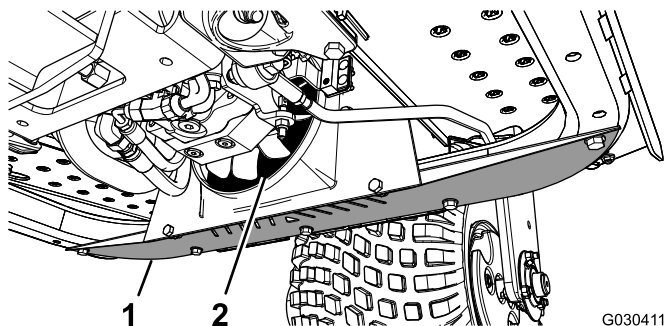

図 45
1. 下のシールドを外す **図 45**。
2. 圧縮空気を使って、ファンの周囲についているごみやほこりを、裏側から吹いて除去する **図 45**。